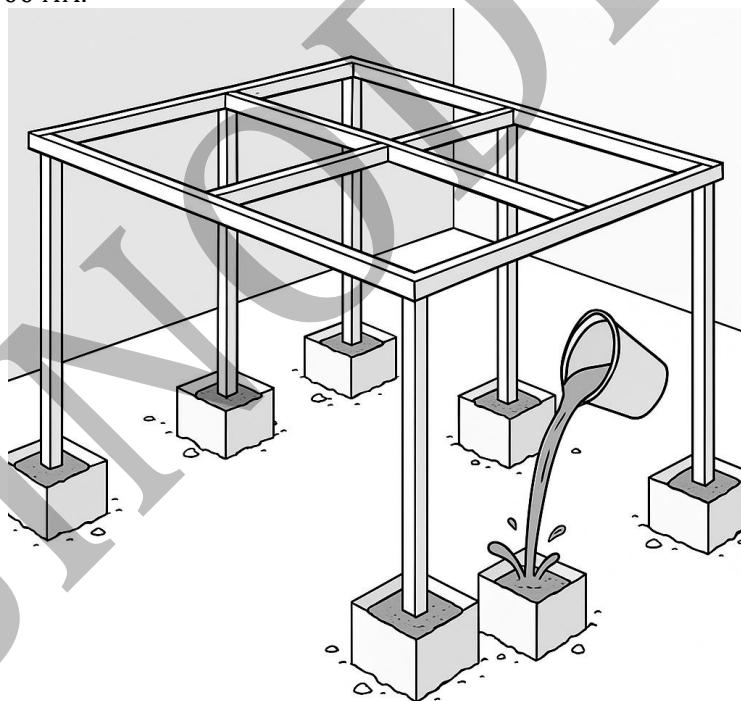
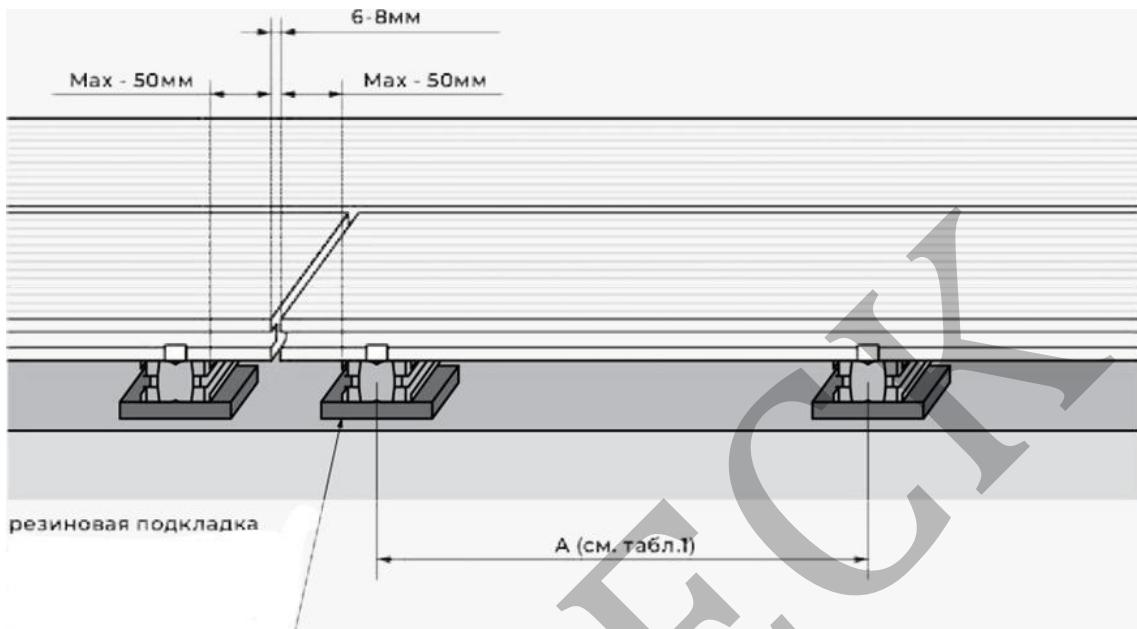

Рис.1
Рис.4
1. На ровную бетонную поверхность укладываются лаги с шагом не более 400 мм по осям, перпендикулярно направлению монтажа досок (см. рис. 1). В местах стыковки торцов досок лаги размещаются по обе стороны от стыка на расстоянии не более 50 мм (см. рис. 4).